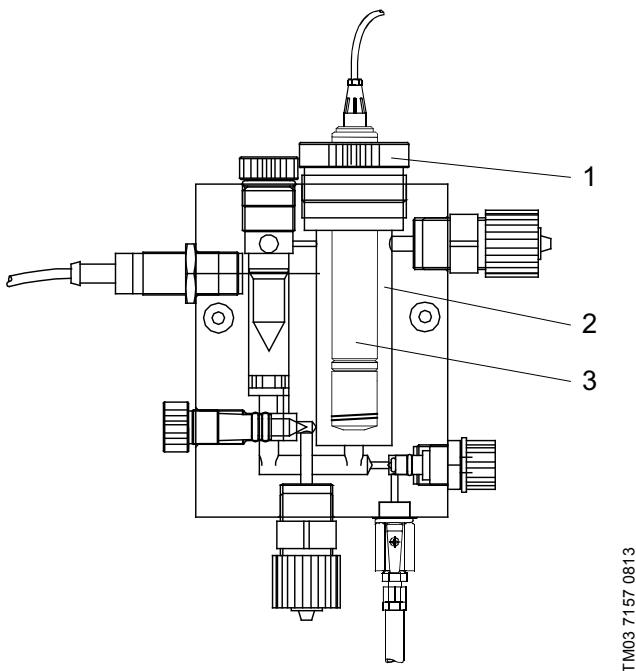

Fig. 12 Adaptador de caudal con célula de medida
- Conecte el cable con conexión roscada cuadripolar a la célula de medida. Consulte la fig. 12.